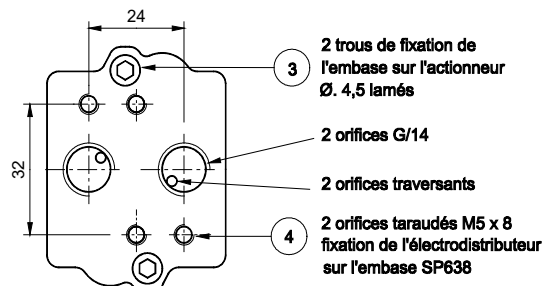
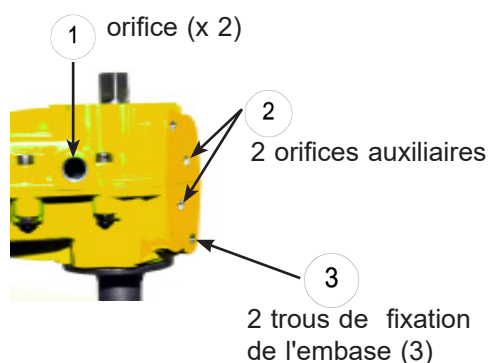

Fig 1a
Figure 2
1. Oter les bouchons en plastique rouges ou les raccords obturant les orifices (1) de l'actionneur KINETROL (fig 2)
2. Oter les 2 vis d'obturation des orifices auxiliaires (2) de l'actionneur (fig. 2)
3. A l'aide d'une soufflette, envoyer de l'air par chacun des 2 orifices (1) pour chasser la colle séchée des orifices (2)
4. Boucher les orifices (1) de l'actionneur avec les bouchons adéquats (fournis si le type d'actionneur est connu) munis d'1 joint torique (à défaut avec du Tubétanche 565 Loctite ou PTFE sur le filet).
7. Visser l'embase sur l'actionneur avec les 2 vis Chc M4x25 + colle Loctite freinfilet faible dans les 2 trous de fixation (3) prévus (fig 1a + fig 2).
7. Visser l'embase sur l'actionneur avec les 2 vis Chc M4x25 + colle Loctite freinfillet faible dans les 2 trous de fixation (3) prévus (fig 1a + fig 2).
9. Fixer l'électrodistributeur sur l'embase au moyen des 2 vis M5 x 45 fournies avec l'entretoise SP638-1 (plus longues que les vis fournies avec le distributeur) en utilisant les 2 orifices taraudés (4) prévus à cet effet. (cf fig 1a).